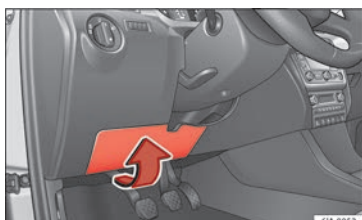

Abb. 55 Auf der Fahrerseite in der Instrumententafel: Abdeckung des Sicherungskastens.
- Neigen Sie den Deckel vorsichtig in Pfeilrichtung und nehmen Sie ihn ab »» **Abb. 55**.